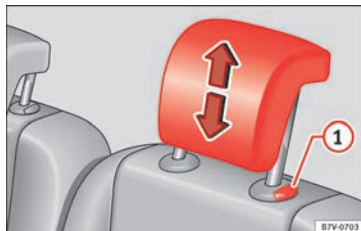

Fig. 153 Montage de l'appui-tête de la deuxième ou troisième rangée de sièges.
- Retirez l'appuie-tête » fig. 153  en appuyant sur le bouton.